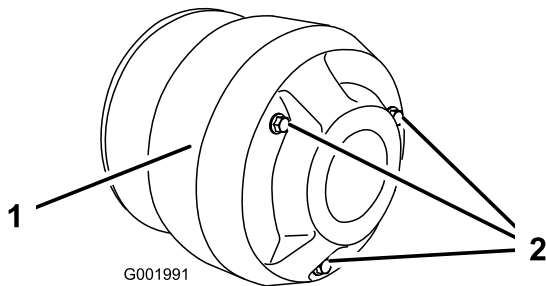

Figure 59
4. Retirez les trois boulons de fixation du couvercle de l'embrayage et déposez le couvercle (Figure 59).